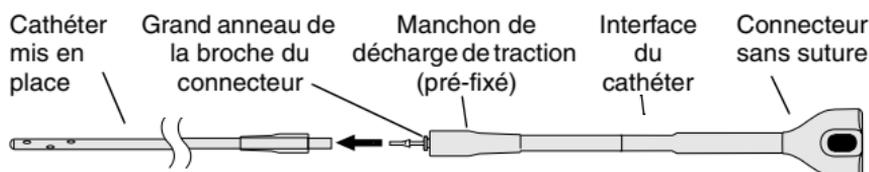

Figure 8. Insertion de la broche du connecteur.
4. Saisir le manchon de décharge de traction pré-fixé près de la broche du connecteur sur l'interface du cathéter et insérer la broche du connecteur dans le cathéter mis en place jusqu'à ce que celui-ci touche le grand anneau de la broche du connecteur. Veiller à ne pas déplacer le cathéter dans le rachis (Figure 8).